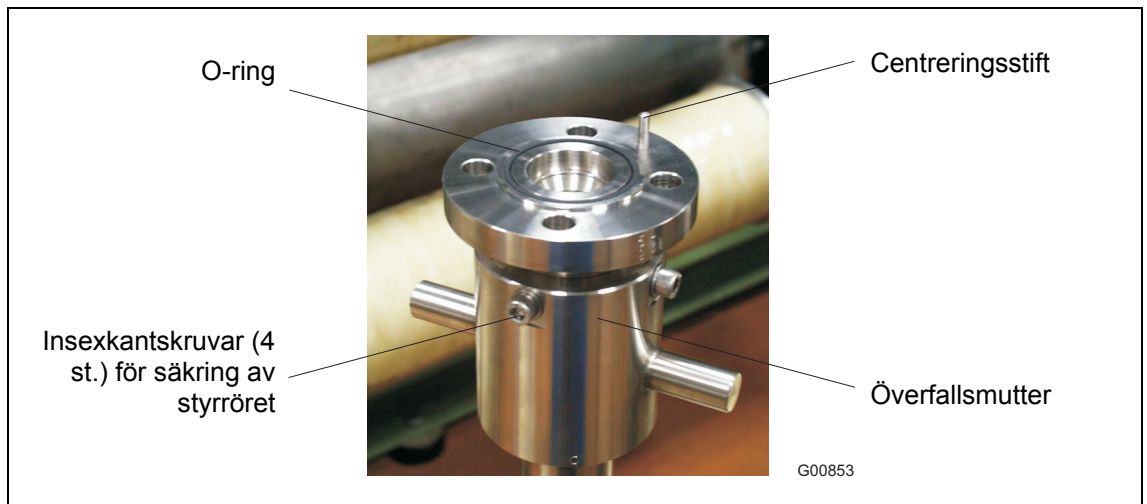

Fig. 10
- Lägg in den medföljande O-ringen (55 x 3 mm [2,16 x 0,12 inch]) i avsett spår (Fig. 10). O-Ring-packning och skruvar finns med i leveransen.